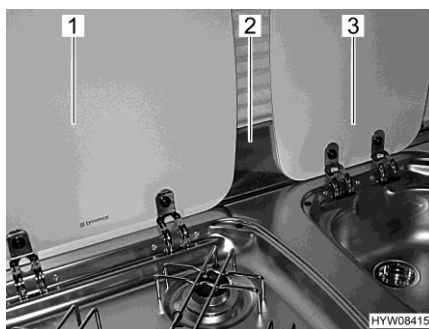

Fig. 9 Écran pare-flammes et couvercles
- Retirer l'écran pare-flammes (Fig. 9,2) et le mettre en sûreté.
- Fermer les couvercles de l'évier (Fig. 9,3) et du réchaud à gaz (Fig. 9,1).